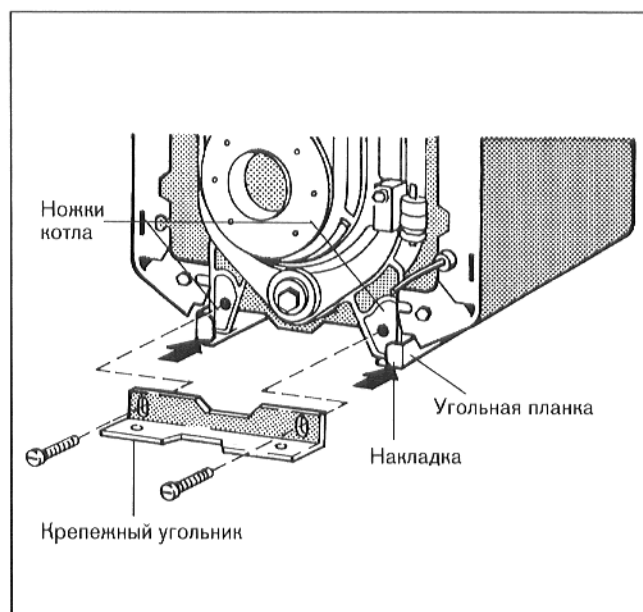

Рис. 3
- Приложить крепежный угольник к загнутым накладкам угловой шины и слегка привинтить к ножкам котла (рис. 3; М 10 х 55).
- Прочно привинтить крепежный угольник спереди к ножкам элемента котла (рис. 3; М 10 х 55).